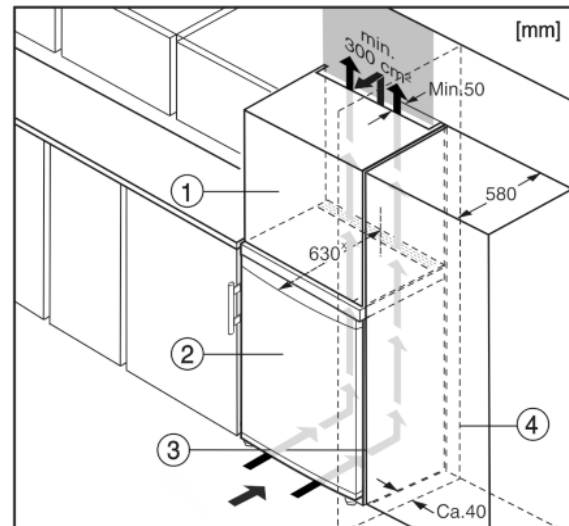

Fig. 5
- (1) Mobile da appoggio
- (2) Apparecchio
- (3) Mobile da cucina
- (4) Parete
L'apparecchio può essere incassato in mobili da cucina. Per adattare l'apparecchio Fig. 5 (2) all'altezza della cucina componibile, è possibile applicare sopra l'apparecchio un mobile da appoggio Fig. 5 (1).
Si la cocina posee armarios (profundidad máx. 580 mm), el aparato se puede colocar directamente junto al armario de cocina Fig. 5 (3). El aparato sobresale 34 mm x por los lados y 50 mm x en el centro del aparato respecto al frente del armario de cocina.
Se l'apparecchio con cerniere viene installato accanto ad una parete Fig. 5 (4), la distanza minima fra l'apparecchio e la parete deve essere almeno di 40 mm, che corrisponde alla sporgenza della maniglia con la porta aperta.